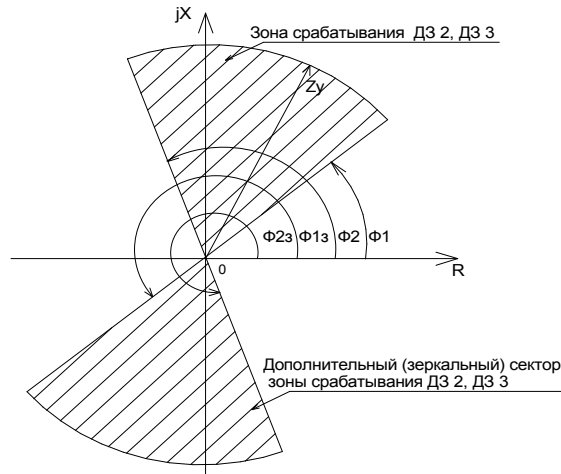

Рисунок 5 - Вид зоны срабатывания ДЗ 2, ДЗ 3
4.2.13 Программный ключ **S100** (**S120**) обеспечивает увеличение зон срабатывания ДЗ 2, ДЗ 3 контактного провода (питающего провода) за счет добавления "зеркальных" (симметричных исходным) зон срабатывания (рисунок 5).